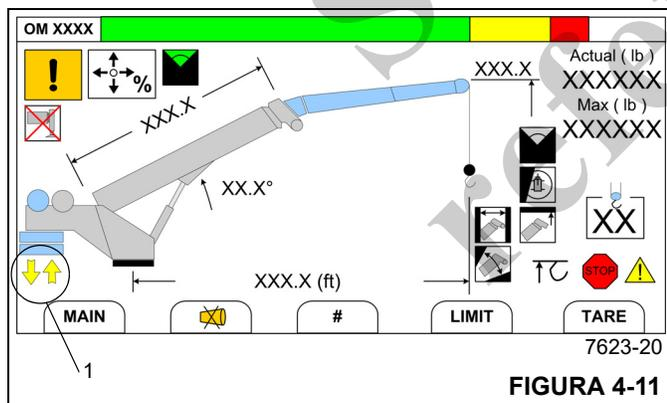

FIGURA 4-11
3. Fije la pantalla en la consola del operador en la pantalla de modo de funcionamiento del RCL (Figura 4-11) (vea la *Sección 7, Limitador de capacidad nominal*).
4. Mientras observa la pantalla, gire la superestructura hasta que el indicador de posición de giro de retiro de contrapeso (flechas amarillas) (1, Figura 4-11) aparezca en la pantalla, lo que indica que la parte trasera de la superestructura está casi encima del contrapeso retirable almacenado en la plataforma del vehículo.
4. Mientras observa la pantalla, gire la superestructura hasta que el indicador de posición de giro de retiro de contrapeso (flechas amarillas) (1, Figura 4-11) aparezca